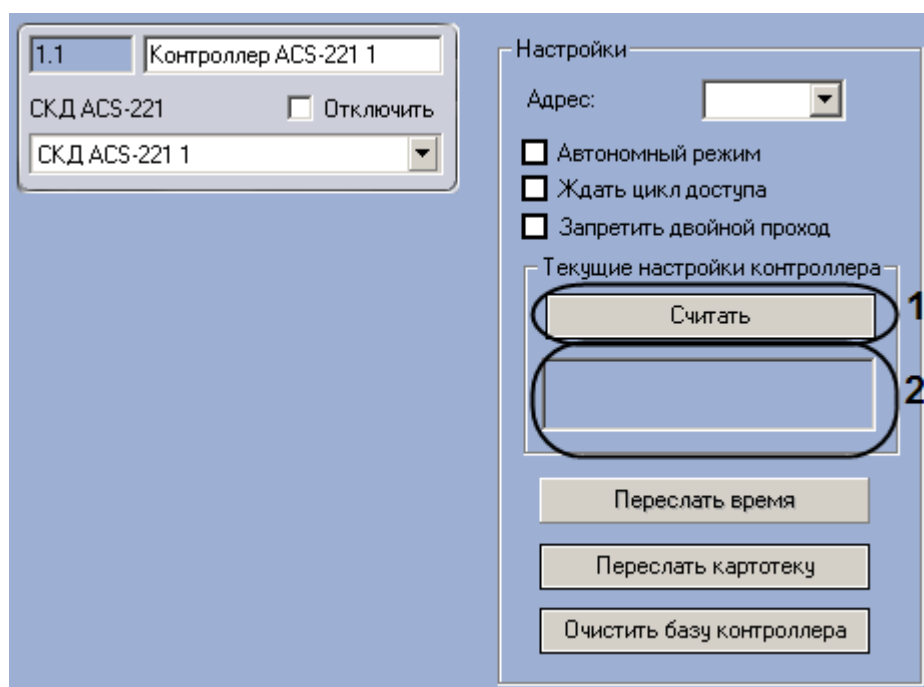

Рис. 3.5—1 Считывание настроек контроллера ACS-221
1. Перейти на панель настроек объекта **Контроллер ACS-221** (Рис. 3.5—1).
2. Нажать на кнопку **Считать** (Рис. 3.5—1, 1).
В расположенном под кнопкой **Считать** поле (Рис. 3.5—1, 2) будет отображена информация об аппаратной конфигурации и режиме работы контроллера.